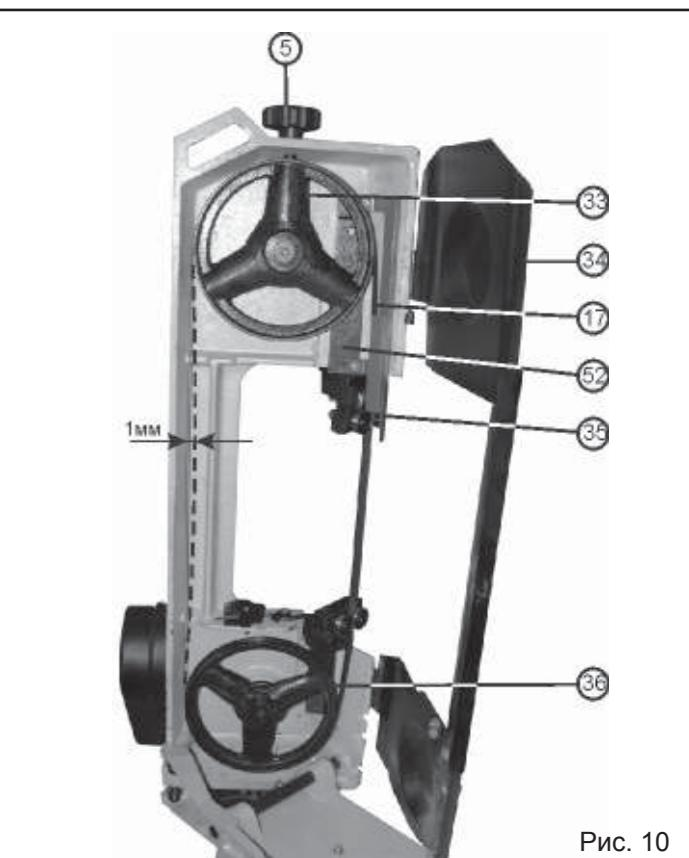

Рис. 10
#### 9.2. Регулировка натяжения пильной ленты, замена пильной ленты (Рис.10)
9.2.5. Как показано на Рис.10 приложить небольшое усилие в плоскости пильной ленты (17).
#### 9.3. Регулировка смещения пильной ленты (Рис. 10, 11)